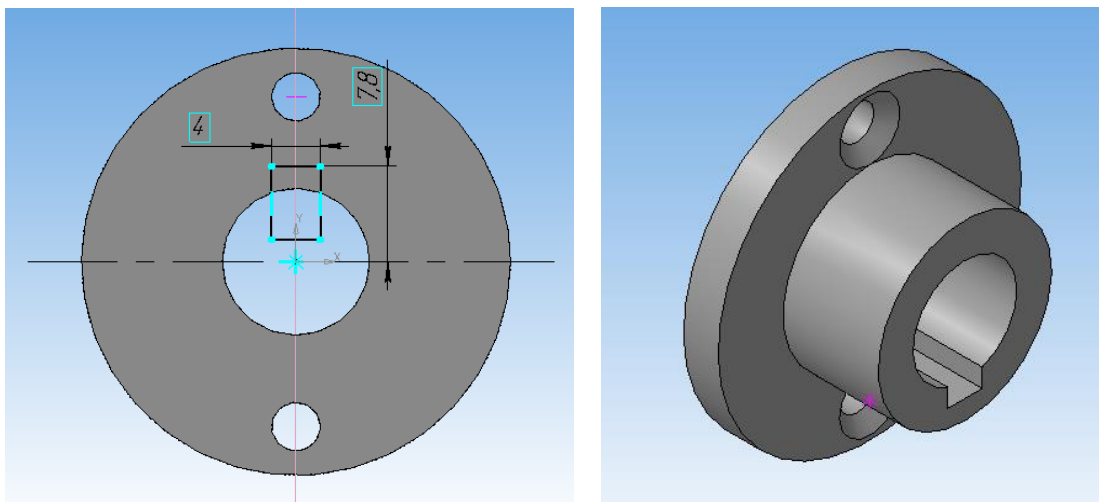

Рисунок 103.
2. Моделирование поводка (рисунок 103).
7. Выйдя из эскиза, вырежьте выдавливанием с опцией – «Через все». Получим модель шпоночного паза (рисунок 103).